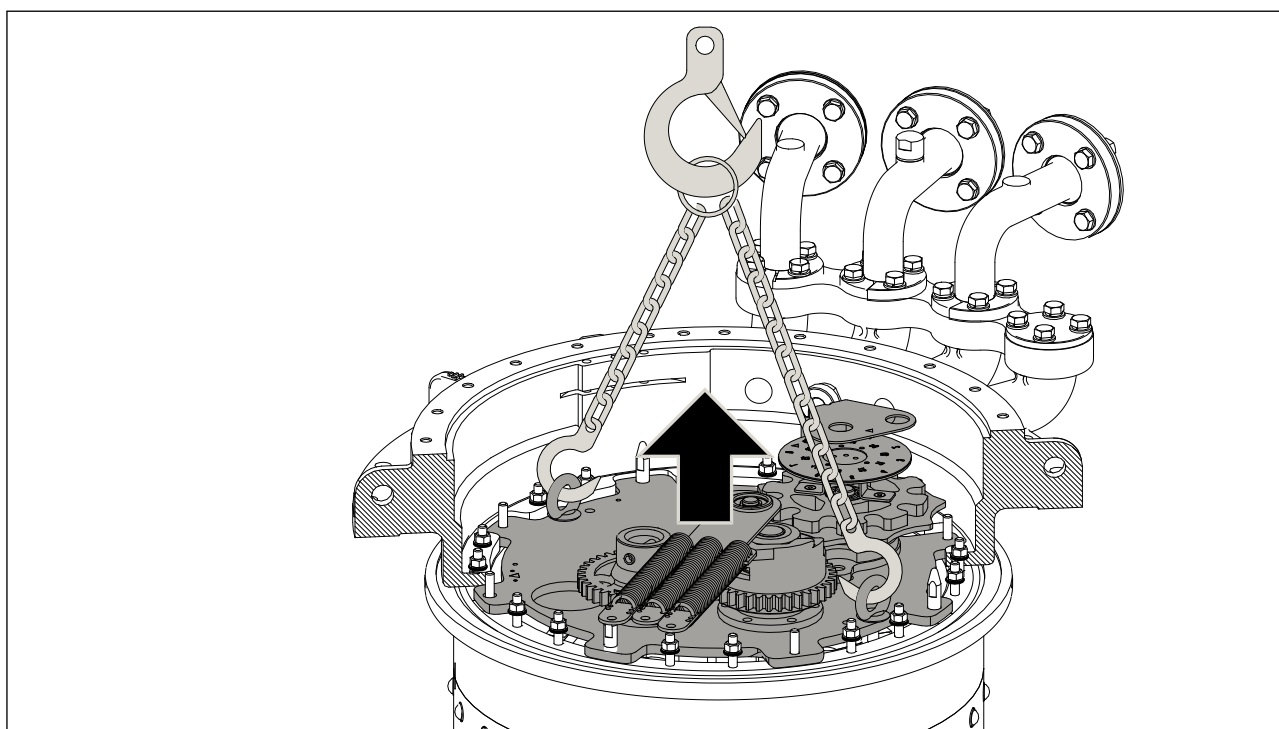

图 5-29 将复合开关芯子垂直吊出
4. 使用 17mm 开口 / 套筒扳手，安装 24 套 M10 螺栓，每套配弹簧垫圈 x1、平垫圈 x1，扭矩：28~34Nm，将顶盖固定到 OLTC 安装法兰上（见图 5-29）。